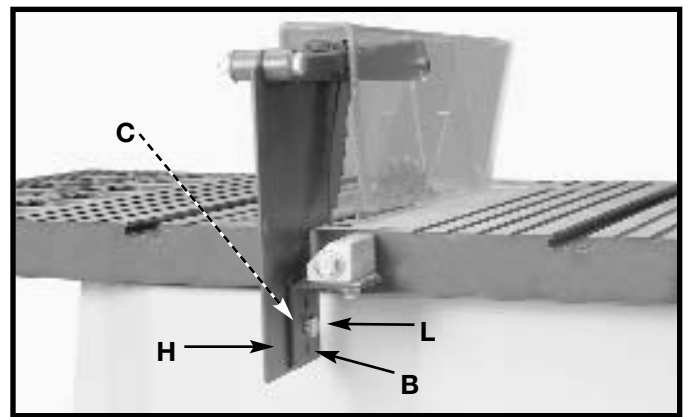

Fig. 14
- Monte el hendidor (H) Fig. 14 al soporte de apoyo del hendidor (B) según se ilustra, utilizando para ello un tornillo de cabeza hexagonal de M6x1x20mm pulg. de largo, una arandela de dientes externos, y una M6 arandela plana (L).
- Afiance el hendidor (L) Fig. 14 al soporte de apoyo del hendidor utilizando una arandela plana, una arandela de cierre de dientes externos, y una M6 tuerca de mariposa (M).